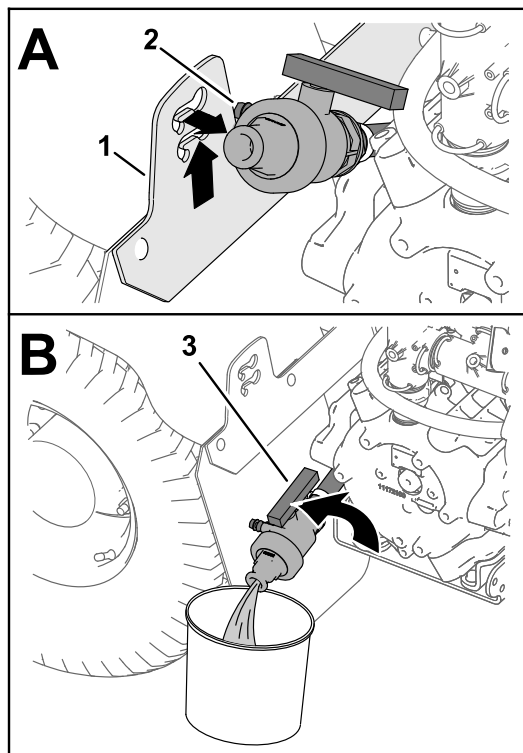

Figura 49
3. Levante la válvula hasta que los espárragos de montaje de la válvula salgan de las ranuras del soporte de la válvula de vaciado, y mueva la válvula hacia atrás (Figura 49, A).
4. Alinee el extremo de la válvula con el recipiente de vaciado y gire la palanca de la válvula a la posición de abierto (Figura 49, B).
5. Cuando el depósito se haya vaciado por completo, gire la maneta de la válvula de vaciado a la posición de cerrado y monte la válvula en el soporte de la válvula de vaciado (Figura 49, B y Figura 49, A).